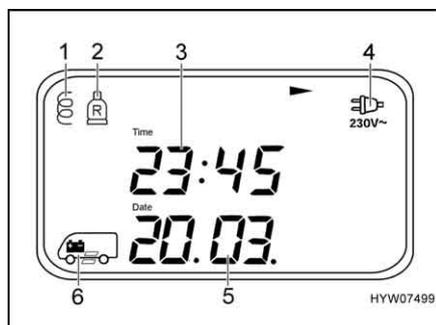

Fig. 134 Menu base (pagina di menu 1)
Il menu base (Fig. 134) appare sempre dopo l'accensione con l'interruttore principale a 12 V (Fig. 132,8).
- Controllo rete (Fig. 134,4): Il simbolo appare quando si allaccia il veicolo all'alimentazione a 230 V
- Data (Fig. 134,5)
- Ora (Fig. 134,3)
- Scalino (Fig. 134,6): Il simbolo appare quando lo scalino è stato estratto
- Indicatore simbolo dell'accessorio opzionale "Impianto di commutazione per due bombole del gas" (Fig. 134, 1 e 2): Il simbolo della bombola del gas appare quando una delle due bombole è vuota. Quando anche la seconda bombola del gas è vuota, lampeggia il simbolo e nel menu principale compare "ALARM".